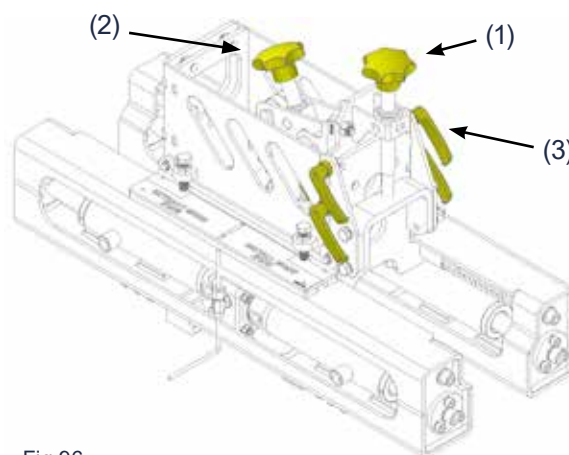

Fig 96.
1. Lossa de fyra excenter-spännarna (3), Fig 96.
2. Justera höjden genom att skruva på ratten (1), Fig 96.